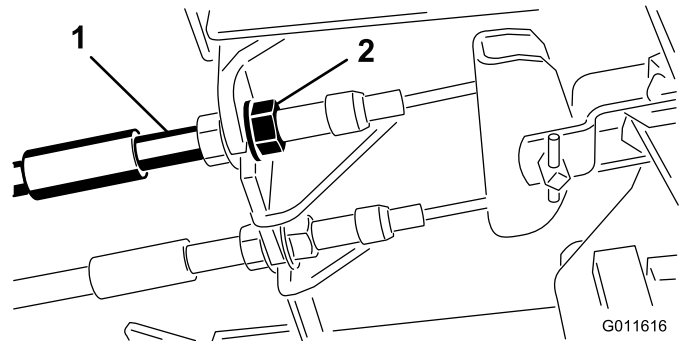

Figura 67
1. Para reduzir a folga dos pedais dos travões, aperte os travões desapertando a porca dianteira que se encontra na extremidade rosca do cabo dos travões (Figura 67).